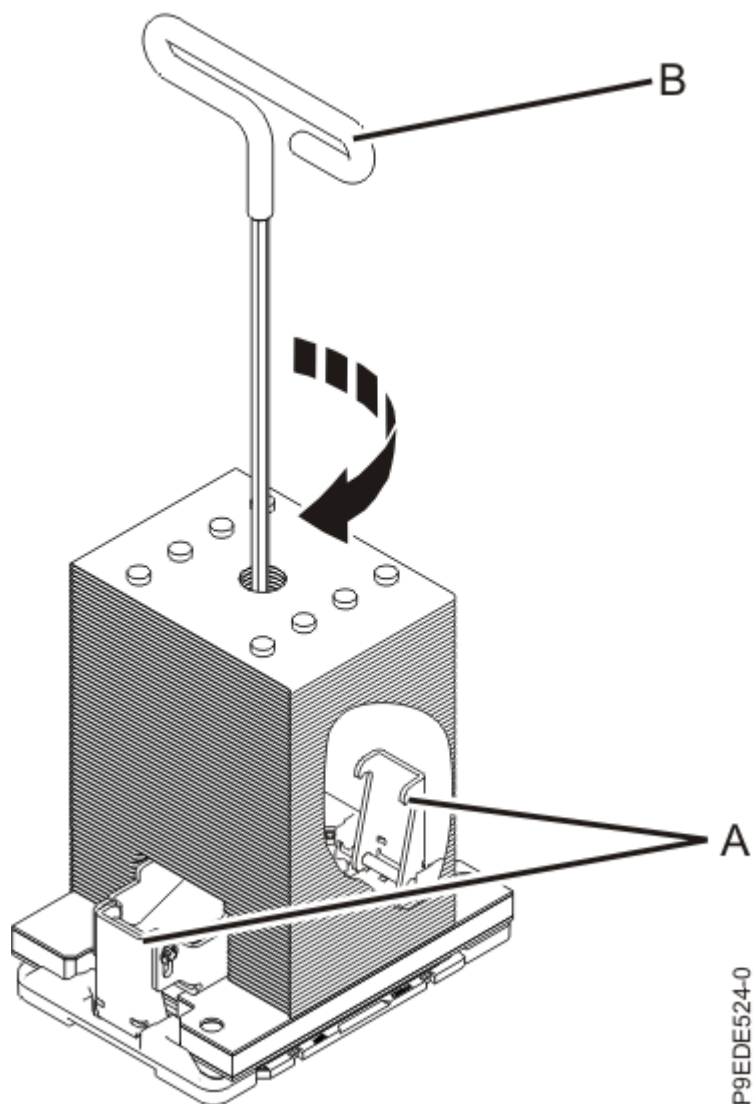

Figura 30. Apertando o parafuso de carga central no dissipador de calor
- a) Assegure-se de que os braços de carregamento do dissipador de calor estejam encaixados, conforme mostrado por **(A)** em Figura 30 na página 33.
- b) Aperte o parafuso de carregamento central usando a chave sextavada fornecida, conforme mostrado por **(B)** em Figura 30 na página 33 até que uma parada firme seja atingida. Se o dissipador de calor se move visivelmente, os braços de carregamento não estão encaixados. Desaperte o parafuso de carregamento central e repita esta etapa novamente.